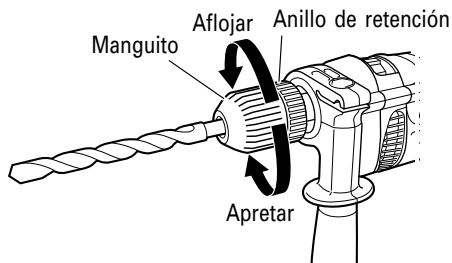

Fig. 3
**Para portabrocas sin llave** (Fig. 3)
- (1) Abra las mordazas del portabrocas e inserte la broca en el portabrocas.